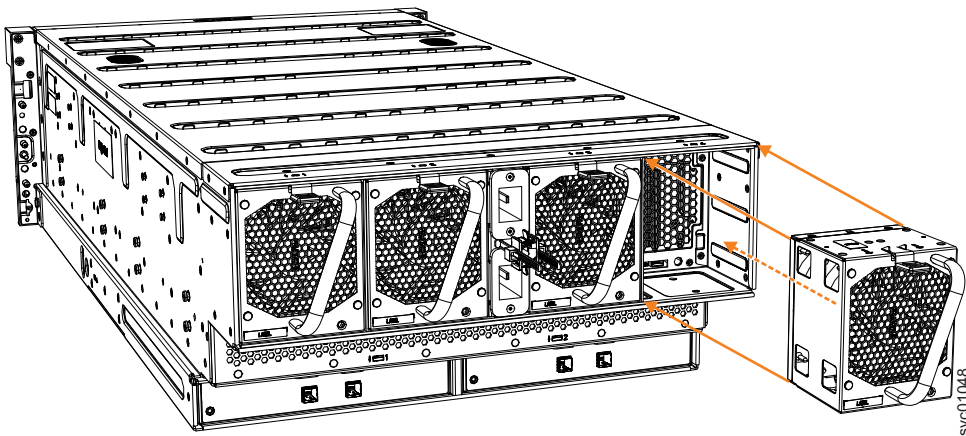

図 91. ファン・モジュールの交換
2. 図 91 に示すように、ファン・モジュールが所定の位置にカチッと収まるまで、慎重にシャーシ内に挿入します。